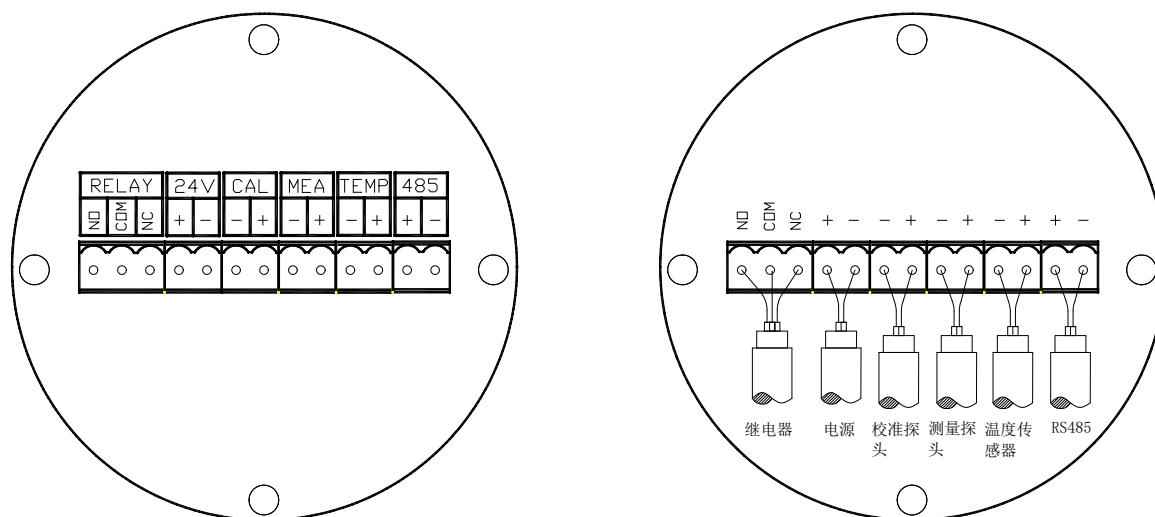

图 3 液位计接线端子示意图
- 液位计接线端子如图 3 所示，各端子功能明确，接线前应仔细核对图示及下表说明，确保对应关系准确无误。